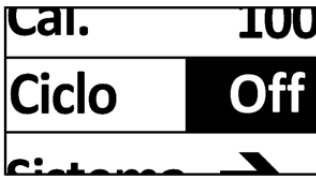

Fig. 45: Indicación de ciclo
2. Seleccionar el menú "Ciclo" (véase la Fig. 45)